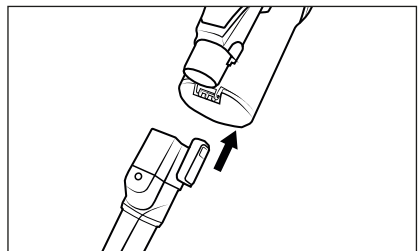

Fig. 14
- ◆ Monte el accesorio en el tubo de aspiración 23 o en el orificio de aspiración del aparato hasta que encastre con un chasquido (consulte la fig. 14). Para ello, asegúrese de que el encastre esté en la posición correcta.